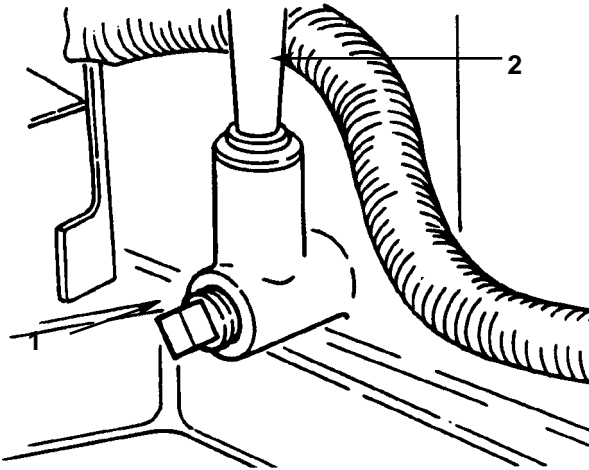

Figure 34
4. Placer un récipient sous le tube de la jauge/de remplissage et déposer le bouchon de vidange (Fig. 34).